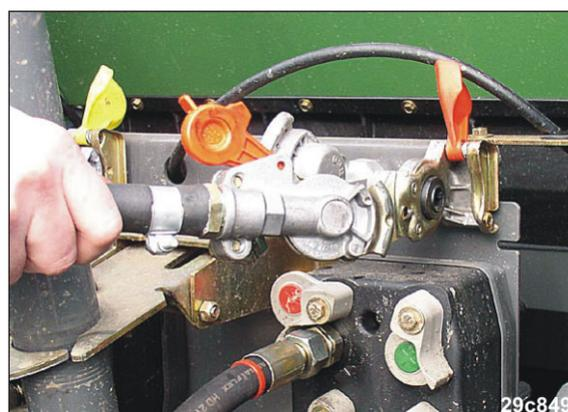

Fig. 124
3. Débrancher la tête d'accouplement (Fig. 124) de la conduite de réserve (rouge).